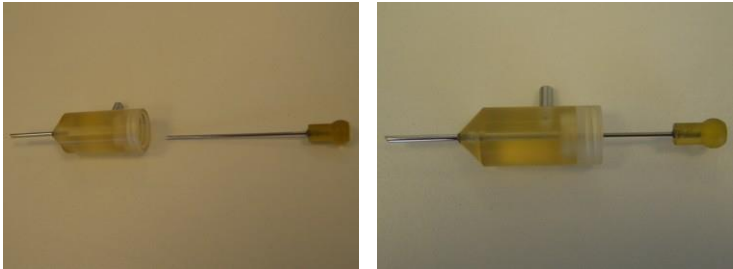

Figura 3-78. Inserción del émbolo de la pieza manual en el cabezal del implantador
1. Inserte el émbolo en el cabezal del implantador, como se muestra en la Figura 3-78.